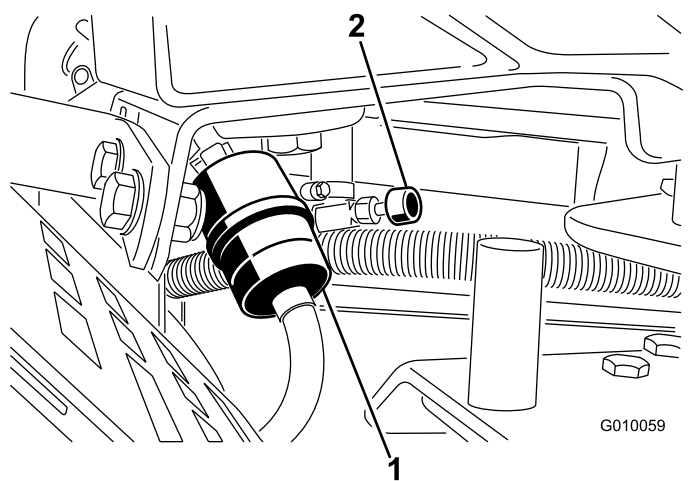

**Figura 48**
2. Feche a válvula de corte de combustível (Figura 48).
3. Aperte as pontas dos grampos da tubagem e afaste-as do filtro (Figura 48).
5. Instale um filtro novo e coloque as braçadeiras junto ao filtro (Figura 48).
7. Abra a válvula de corte de combustível (Figura 48).
3. Desaperte a braçadeira de tubos no filtro de combustível e deslize-o para cima do tubo de combustível, afastando-o do filtro (Figura 48).
4. Puxe o tubo do combustível do filtro do combustível (Figura 48). Abra a válvula de corte do combustível e deixe o combustível escoar para um recipiente de combustível ou um recipiente de escoamento.
5. Instale o tubo de combustível no filtro. Deslize a braçadeira de tubos para perto do filtro de combustível para prender o tubo de combustível (Figura 48).